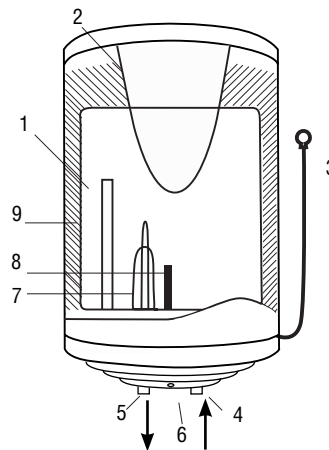

Рис. 4
3. Поверните ручку термостата (7) (см. рис. 4) по часовой стрелке и установите желаемую температуру нагрева воды. Температуру нагрева воды можно установить в диапазоне от +35°C (±5°C) до +70°C (±5°C) (крайнее правое положение ручки термостата).